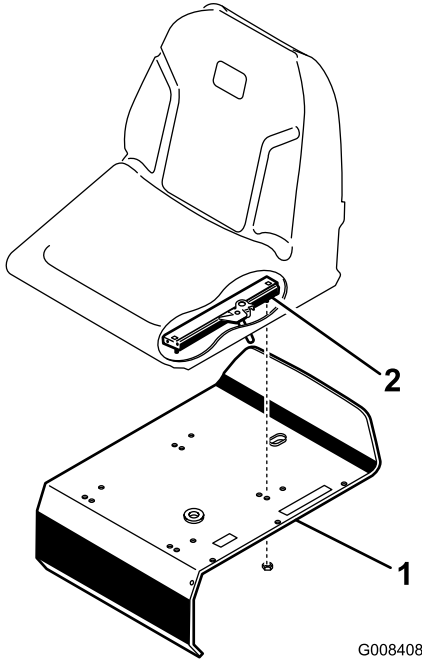

图 3
3. 用散装零件中提供的锁紧螺母5/16 英寸将座椅滑轨固定到座椅支架上 图 3。